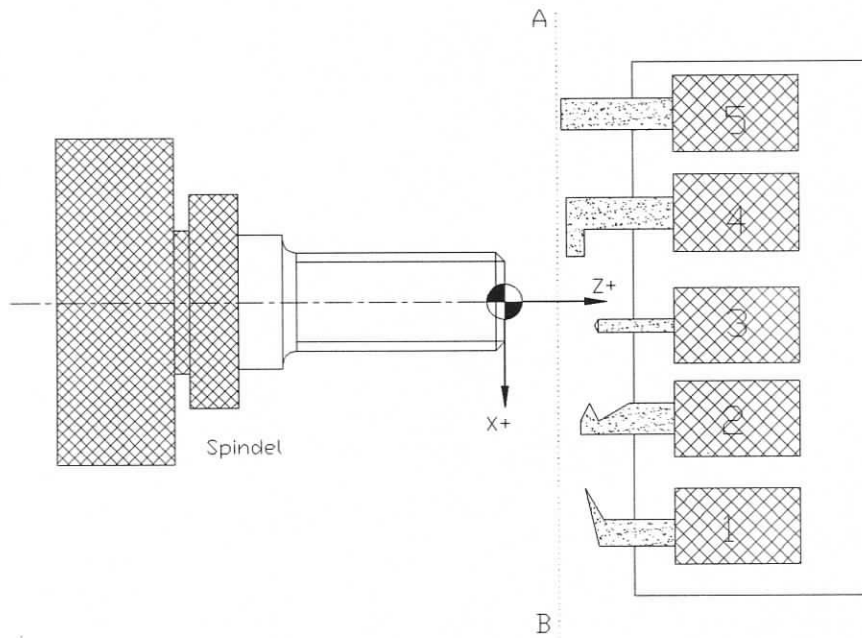

Abbildung 7.1 Werkzeuanordnung
- 3) Die Idee eines "Pseudo-Werkzeugs" ermöglicht die Werkzeugauswahl in einer linearen Werkzeuganordnung ohne Zusammenstöße, siehe Abbildung 7.1.
Die Richtung des Koordinatensystems ist in Abbildung 7.1 gezeigt und der Ursprung des Werkstücksystems ist auf dessen Stirnfläche.